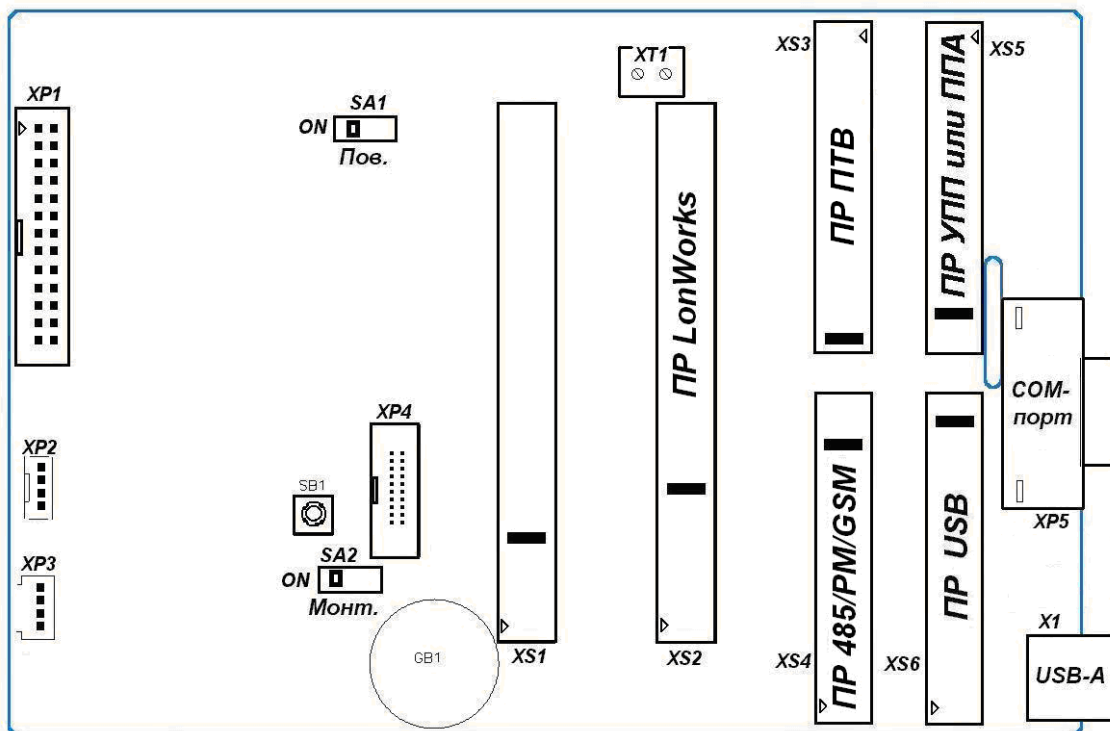

Рисунок 1-1
Ниже даны краткое описание и рекомендации по установке выпускаемых ООО «Интелприбор» в настоящее время плат расширения МКТС и функционально связанных с ними устройств. Расположение слотов на материнской плате системного блока приведено ниже (см. Рисунок 1-1.).
При отсутствии диспетчерской системы, съём данных, накопленных теплосчётчиком МКТС, может осуществляться на USB флэш-диск. Установленная в слот XS6 плата USB обеспечивает опознавание момента подключения флэш-диска к выведенному на правую боковую стенку системного блока разъёму X1 (см. Рисунок 1-1) и последующую запись на него данных. За несколько минут в этом накопителе автоматически формируется полная копия архива теплосчётчика (снабжаемая привязкой к моменту съёма и номеру системного блока), которая затем может быть считана с него любым компьютером, имеющим разъём USB, и, в частности, компьютером диспетчерского пункта. Считывание с флэш-диска и обновление базы данных теплового учёта происходит под управлением устанавливаемого на таком компьютере соответствующего программного обеспечения.
- подключение МПД к выведенному на правую боковую стенку системного блока МКТС разъёму XP5 СОМ-порта МКТС (см. Рисунок 1-1);